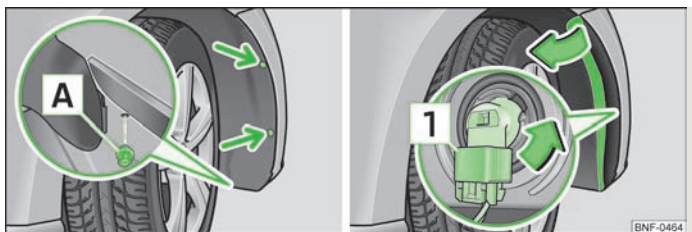

Abb. 122 Radhaus vorn: Glühlampe für Nebelscheinwerfer wechseln
- › Die beiden Befestigungsschrauben der Radhausverkleidung mit dem Schraubendreher » Seite 129, Bordwerkzeug herausdrehen (Pfeile) » Abb. 122.
- › Den Spreizniet **A** » Abb. 122 unten an der Radhausverkleidung mit einem flachen, stumpfen Gegenstand, z. B. mit einer Münze, herausdrehen und abnehmen.